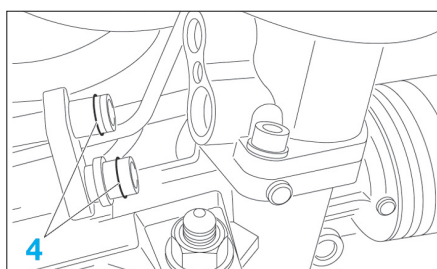

Fig. 22
- Poser des joints (4) neufs (Fig.22).